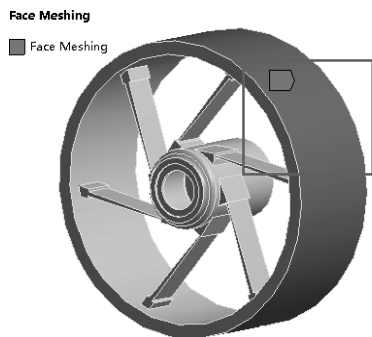

图 4-19 选择缸体外表面
(1) 在导航树里单击【Mesh】→【Details of “Mesh”】→【Defaults】→【Relevance】= 80, 【Sizing】→【Size Function】= Adaptive, 【Relevance Center】= Medium, 【Element Size】= 50mm, 其他默认。
(2) 在标准工具栏中单击选择体图标 , 选择机座模型, 然后在导航树上右键单击【Mesh】, 从弹出的菜单中选择【Insert】→【Method】→【Details of “Automatic Mesh”】→【Definition】→【Method】→【Hex Dominant】, 其他默认。
(3) 在标准工具栏中单击选择面图标 , 选择缸体外表面, 然后右键单击【Mesh】→【Insert】→【Method】→【Face Meshing】, 其他默认, 如图 4-19 所示。